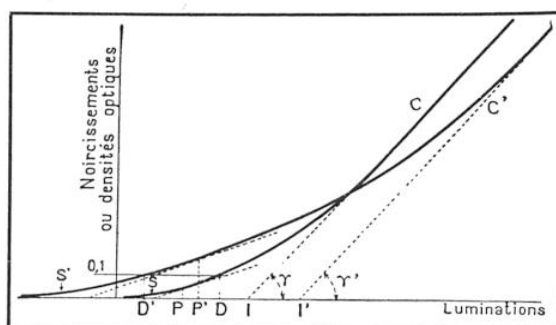

FIG. 7. — COMMENT DÉFINIR UNE ÉMULSION ?
n'était applicable, sous sa forme initiale, qu'à des émulsions peu rapides; chacun de ceux qui l'utilisent encore l'a donc modifiée, de son propre chef, pour l'adapter à la mesure de la rapidité des émulsions modernes. Remarquons immédiatement que deux couches sensibles ne se classent pas nécessairement dans le même ordre, quand on les soumet successivement à ces deux méthodes d'essai: sur la figure 7, les courbes C et C' , correspondant à deux émulsions de types différents, sont caractérisées, dans la première méthode, par les points I et I' , et dans la seconde, par les points S et S' ; dans le premier cas, C correspond à une émulsion plus rapide que C' , et, dans le second cas, les conclusions sont inversées.
Les clichés ainsi développés seraient inutilisables et, en maintenant le développement dans des limites raisonnables, il n'y a plus aucune relation entre la rapidité pratique et la rapidité mesurée (en fait, les points *D* et *D'* de la figure 7, pris sur des courbes dont le gamma est l'unité, ne sont pas ceux que donnerait l'application de la
Une très intéressante proposition américaine, formulée par *Jones* et *Russel*, des laboratoires Kodak, n'a pu être prise en considération, n'ayant pu être étudiée avant la séance même où elle fut présentée au Congrès de Paris. Elle décrivait un instrument simple (photomètre différentiel) pour la mesure (sans tracé préalable de la courbe de noircissement) de la pente de la courbe de noircissement d'un échantillon exposé sous un coin sensitométrique (écran dégradé à section prismatique, préparé suivant la technique indiquée par *E. Goldberg* (1), au Congrès de Bruxelles, en 1910). L'emploi de cet instrument supprimerait toutes les objections opposées aux nombreuses propositions qui ont été déjà faites de caractériser la rapidité d'une émulsion par la lumination au point de la courbe où la pente est une fraction déterminée de la pente maximum (gamma), points tels que *P* et *P'* de la figure 7.